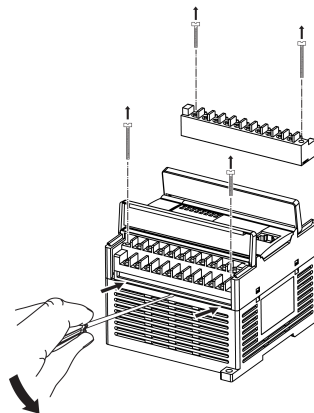

Рисунок 5.3 – Демонтаж съемной части клеммников
3. Отделить съемную часть колодки от прибора вместе с подключенными внешними линиями связи с помощью отвертки или другого подходящего инструмента (см. рисунок 5.3).